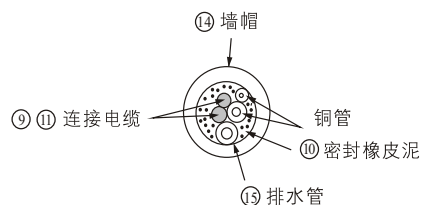
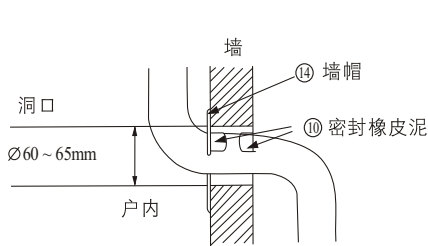
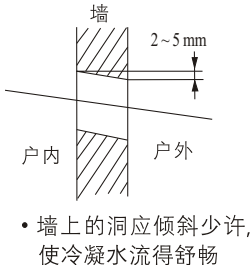

图36
图34
图35
- 2 用附件⑭ 墙帽及附件⑩ 密封橡皮泥来整理墙上的洞,如图34、图35及图36。